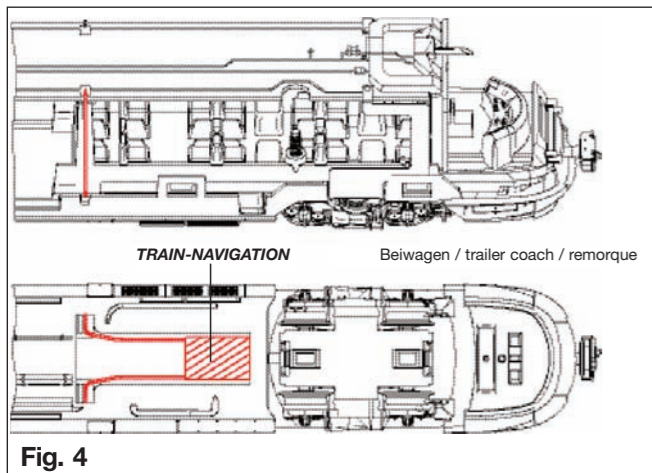

Fig. 4
**TRAIN-NAVIGATION (Fig. 4):**
Am vorgesehenen Platz (Fig. 4) kann ein TRAIN-NAVIGATION Sender befestigt werden. Die Leitungen des TRAIN-NAVIGATION Senders können durch die vorgesehenen Öffnungen im Wagenboden und die Kabelführungen geführt und an der Leiterplatte im Beiwagen angelötet werden.
At the indicated area, see Fig. 4, a TRAIN-NAVIGATION sender can be mounted. The TRAIN-NAVIGATION sender's leads can be conducted through openings in the bottom and guided through cable corridors up to the PCB of the trailer coach, where they can be soldered on.
**TRAIN-NAVIGATION (Fig. 4) :**
Le logement prévu (fig. 4) permet de fixer un émetteur TRAIN-NAVIGATION. Les fils de l'émetteur TRAIN-NAVIGATION peuvent être passés par les orifices et goulottes prévus à cet effet dans le plancher du véhicule puis soudés au circuit imprimé de la remorque.
Op de voorbestemde plek (Fig. 4) kan een *TRAIN-NAVIGATION* zender worden bevestigd.
Nel punto previsto (fig. 4) può essere installato un trasmettitore *TRAIN-NAVIGATION*.